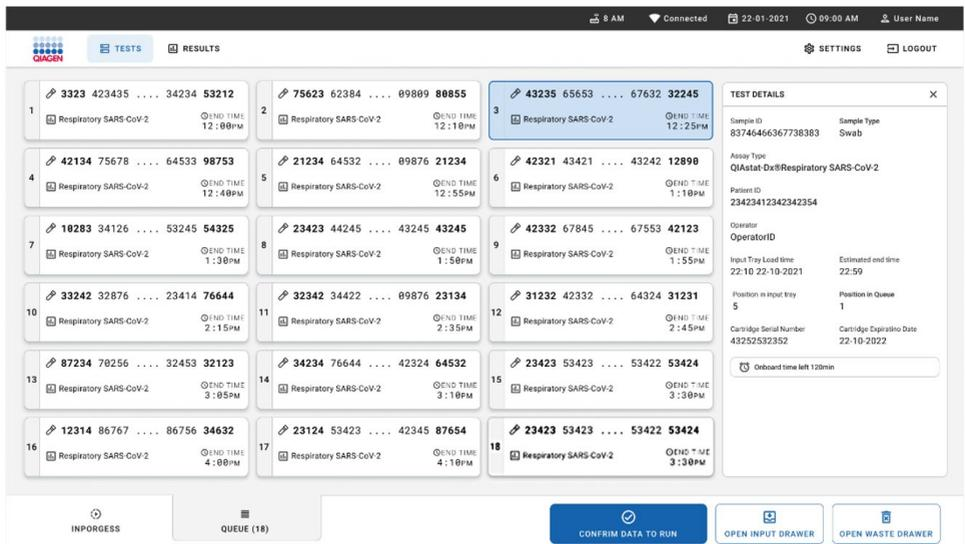

Figure 31. Écran de file d'attente des échantillons avec dosage sélectionné affichant des informations supplémentaires.
Si vous sélectionnez un test sur l'écran tactile, des informations supplémentaires s'affichent dans la section TEST DETAILS (DÉTAILS DU TEST) de l'écran (figure 31).
16. Appuyez sur le bouton **CONFIRM DATA TO RUN** (Confirmer les données à exécuter) au bas de l'écran lorsque toutes les données affichées sont correctes (figure 31). Ensuite, une dernière confirmation est requise de la part de l'opérateur pour effectuer les tests.